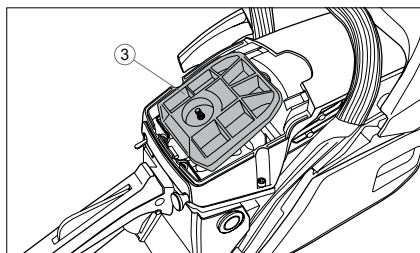

Fig. 25
2. Scoateți și curățați filtrul de aer 3 (fig. 25) lovindu-l ușor pe o suprafață tare.